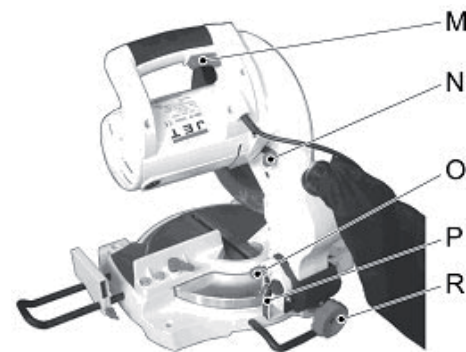

Рис. 2
- Штифт для блокування голови пилки (О, Рис.2) може бути витягнутий.
- Торцювальна пилка вмикається за допомогою вимикача на внутрішній стороні рукоятки (М, рис. 2).